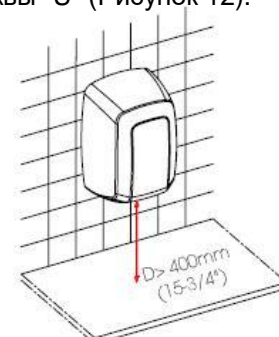

Рисунок 13.
**ПРИМЕЧАНИЕ:** минимальное расстояние должно составлять 400 мм. (15,80”) относительно выступов, мраморных плит и умывальников (Рисунок 13). По мере возможности, избегайте наличия отражающих поверхностей в зоне действия ИК-датчика сушилки для рук.